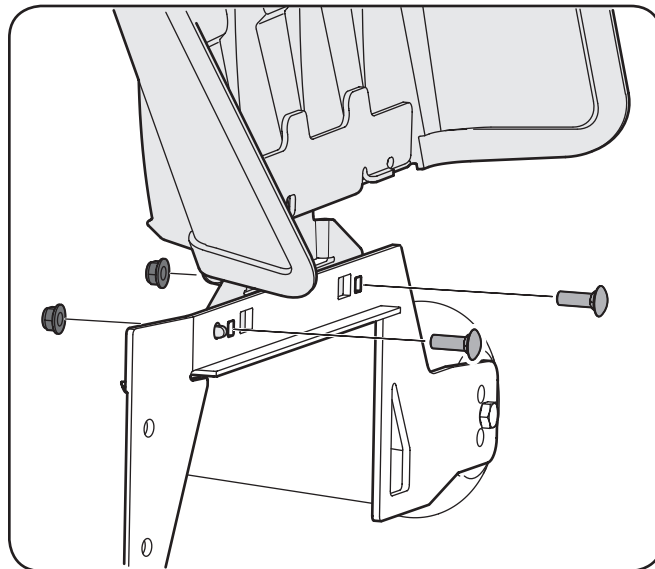

Figure 3-5
1. Retirez les boulons de carrosserie et les écrous autobloquants du support de montage sur le plateau de coupe. Voir Figure 3-5.
2. Utilisez la quincaillerie retiré à l'étape précédente pour installer le déflecteur d'éjection. Voir Figure 3-5.